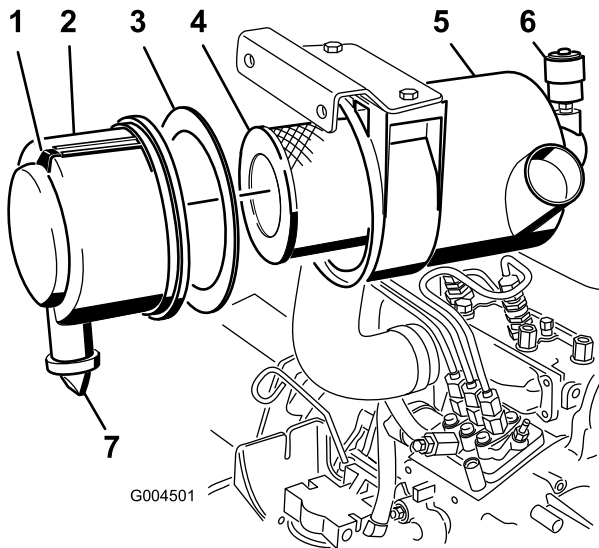

図 42
- ・ エア・クリーナの整備はインジケータ(図 42)が赤色になっていたら、または 400 運転時間ごと(非常にホコリのひどい場所で行っている場合にはよりひんぱんに)行ってください。エア・フィルタの整備のしすぎはかえってよくありません。
1. ラッチを引いて外し、カバーを左にひねってボディーからはずす(図 42)。
2. ボディーからカバーを外す(図 42)。
4. 1次フィルタ(図 42)を取り外して交換する。
6. カバーの内側に発泡樹脂製のガスケットが正しく(破損せずに)ついていないことを確認する(図 42)。破損しているガスケットは交換する。
- A. カバーからゴム製の出口バルブを取り外す(図 42)。
10. インジケータ(図 42)が赤になっている場合はリセットする。